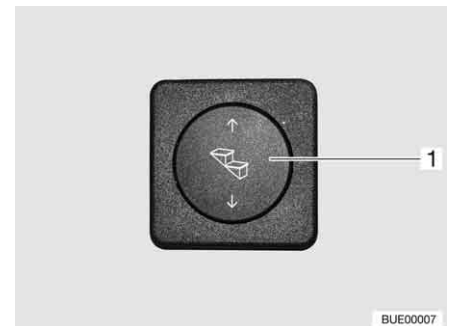

Fig. 7 Bouton poussoir marchepied
- Appuyer sur le bas du bouton-poussoir basculant (Fig. 7,1) et le maintenir pressé (pendant au moins 3 secondes) jusqu'à ce que le marchepied soit entièrement sorti.
- Appuyer sur le bouton-poussoir basculant (Fig. 7,1) vers le haut jusqu'à ce que le marchepied soit entièrement ressorti.